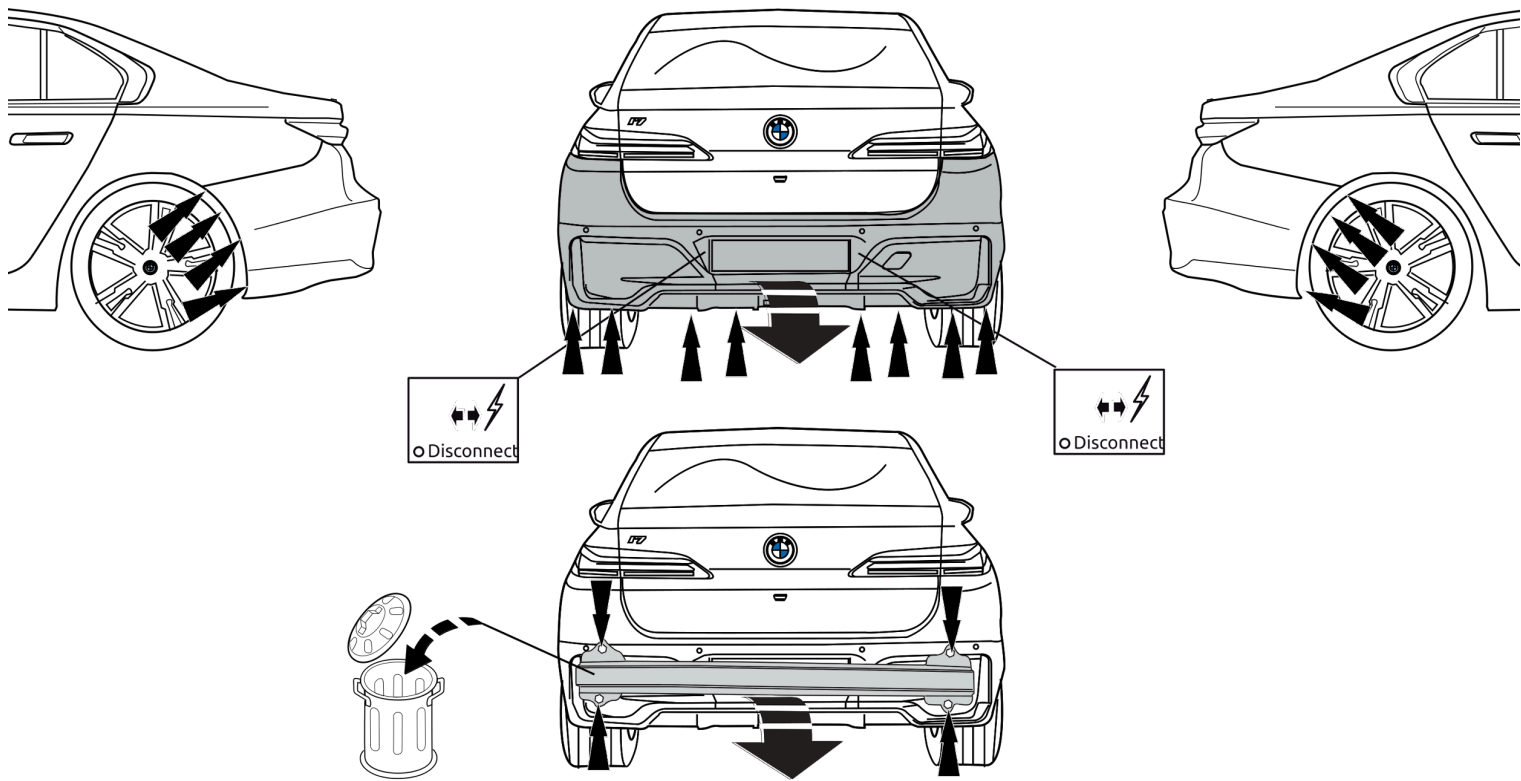

Fig. 1
1. Снять пластмассовые защитные колпаки. Снять бампер вместе со буферным брусом автомобиля. Буферный брус больше не понадобится. См. рисунок 1.
6. Герметизировать обозначенные части). Поставить уплотнение, как указано на рисунке. См. рисунок 1.